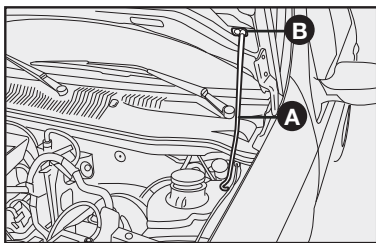

fig. 117
- 4) Introduzir a extremidade da vareta **A** na abertura **B** do capô do motor fig. 117.
- 1) Manter levantado o capô com uma mão e, com a outra, tirar a vareta **A**—**fig. 117** da abertura **B** e repô-la no seu dispositivo de bloqueio.